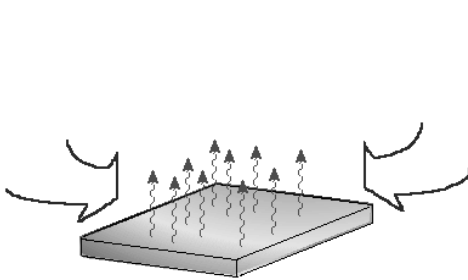

图 11-4 自然对流
- ✧ 自然对流：在自然对流下，固体表面附近的流体流动是由浮力引起的，浮力是由流体密度发生变化引起的，而密度的变化又是由固体与流体之间的温差导致的。将热板放在空气中冷却时，板表面附近的空气微粒变得较热，密度降低，因此会向上移动，如图 11-4 所示。